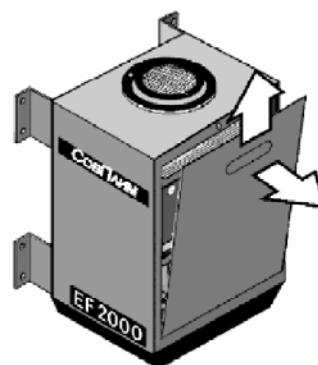

Рис. 8.1
- 8.1. Откройте дверь фильтра ключом. Чтобы отсоединить дверь, потяните ее наружу и приподнимите вверх. Поставьте дверь рядом с фильтром (см. рис. 8.1).